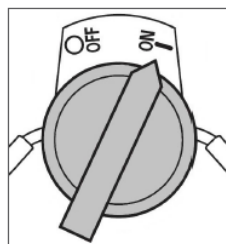

Рис. 15 Выключатель зажигания
- Выключатель зажигания переведите в положение «ON» (Включено) (Рис. 15).
При возникновении аварийной ситуации, для экстренной остановки двигателя переведите выключатель зажигания двигателя в положение «OFF» (Выключено) (Рис. 15).